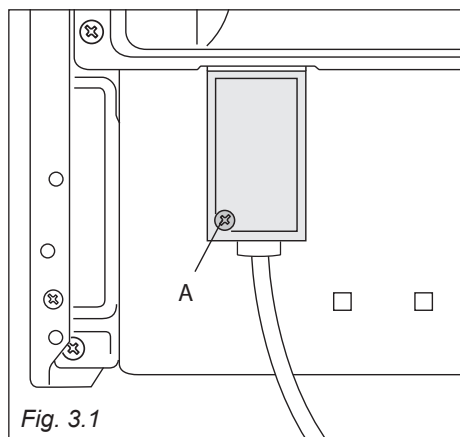

Fig. 3.1
- Svitare la vite di fissaggio della protezione "A" dietro la cucina (fig. 3.1).